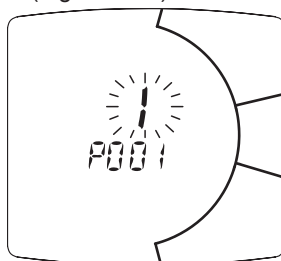

Figura 5.40
- Premere per più di 10 secondi il pulsante per entrare nella programmazione dei parametri. (Figura 5.40).